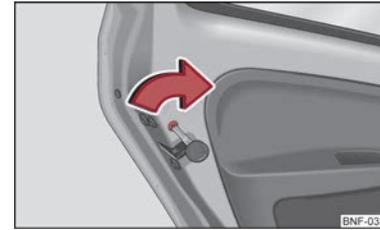

Fig. 9 Sicurezza bambini sulle porte posteriori
- Ruotare in senso orario la fessura di sicurezza per la porta sinistra ⇒ fig. 9 e in senso antiorario per la porta destra.